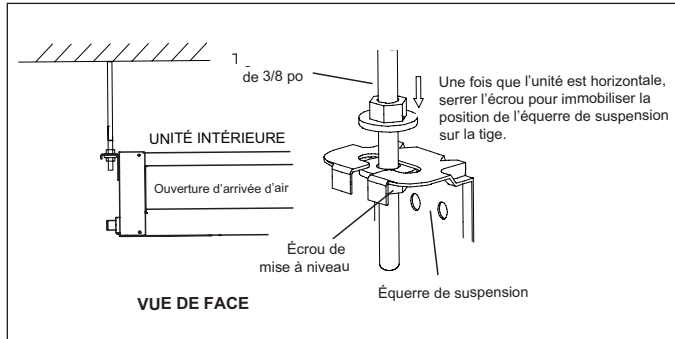

Figure 7. Matériel de suspension
3. Insérer un écrou et une rondelle sur chaque tige filetée. Utiliser du ruban isolant pour maintenir la rondelle en place. Positionner les écrous légèrement au-dessus de la position finale des quatre équerres de suspension. Voir «Figure 7. Matériel de suspension».